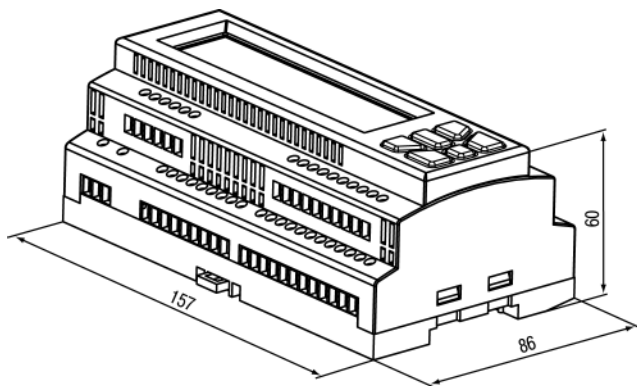

Рисунок 5.2 – Габаритные размеры корпуса
1. Подготовить место на DIN-рееке для установки прибора (см. рисунок 5.2).